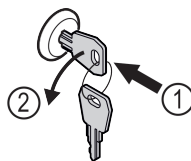

Fig. 182
- ▶ Įspauskite raktą. Fig. 182 (1)
- ▶ Pasukite raktą 90° prieš laikrodžio rodyklę. Fig. 182 (2)